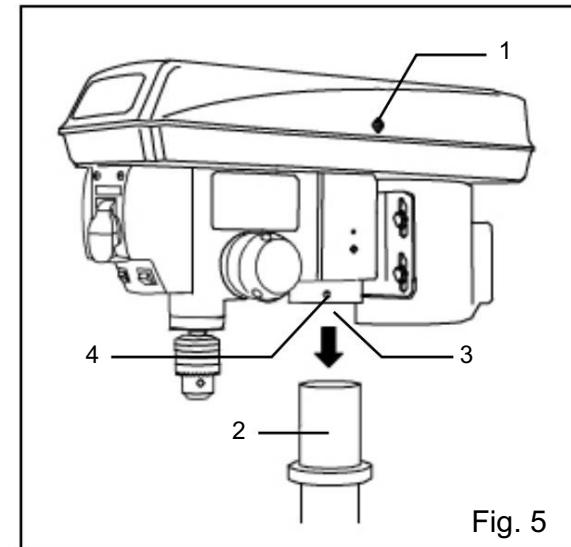

Fig. 5
PERCEUSE À COLONNE TÊTE (FIG. 5)
1. Soulevez avec précaution l'ensemble tête de perceuse (Fig. 5 - 1) et positionnez-le sur la colonne (Fig. 5 - 2).
2. Placez l'ouverture de montage (Fig. 5 - 3) sur la tête de la perceuse à colonne au-dessus de la colonne. Assurez-vous que la tête de la perceuse à colonne est correctement fixée sur la colonne.
4. Serrez la vis de réglage (Fig. 5 - 4) à l'aide de la clé hexagonale fournie.